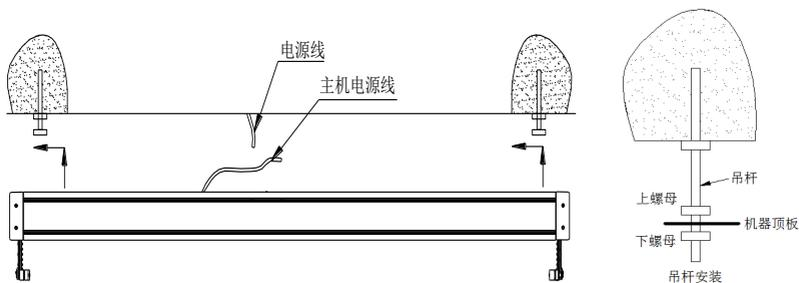

图 5
8. 小心托起主机，按图 5 所示，将主机顶面四个大孔对准四个膨胀螺丝后向上托起主机，然后向一侧移动主机，使主机上长形槽卡在膨胀螺丝的垫片上，再将螺丝拧紧。